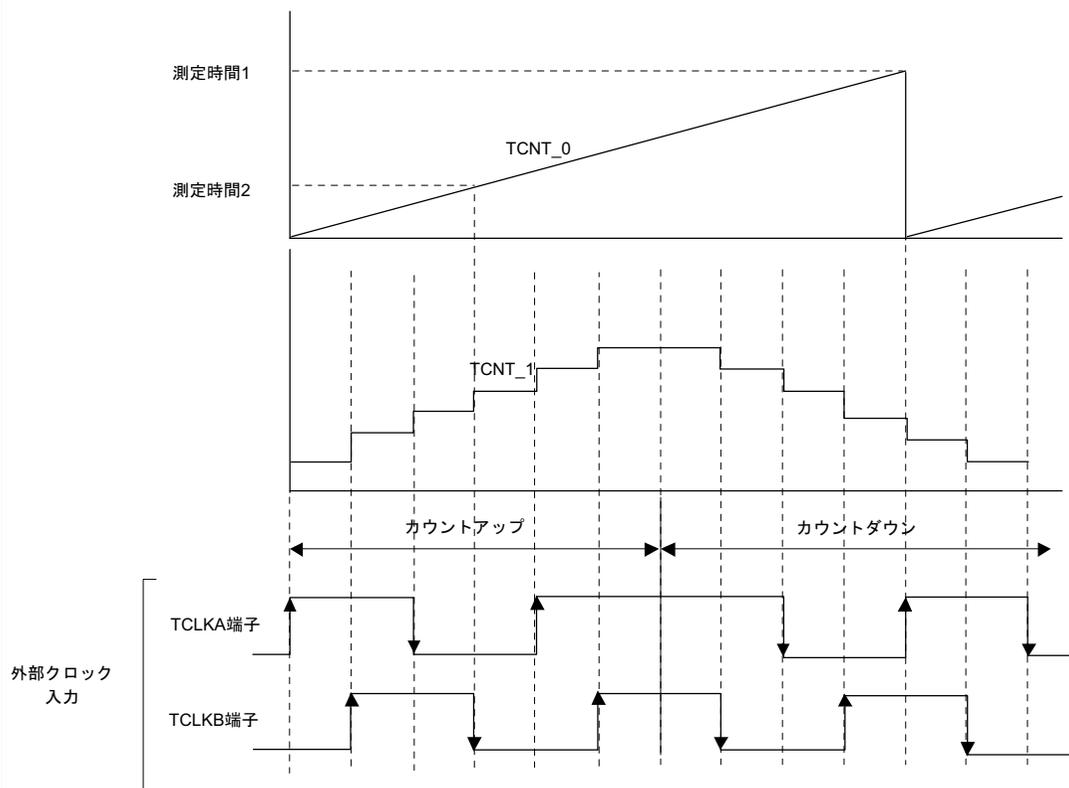

図 2.23 2相エンコーダカウンタの取り込み
- (1) 図2.23に示すようにch1に2本の外部クロックを入力し、そのパルスの位相差によりカウンタをカウントアップまたはカウントダウンします。またch0に設定した測定時間（測定時間1/2）に同期してch1のカウンタ数を測定し、結果をRAMに設定します。
- (2) タイマカウンタの初期値をH'0000として、ソフトウェアカウンタを用いて-2147483648～2147483647までカウントできます。